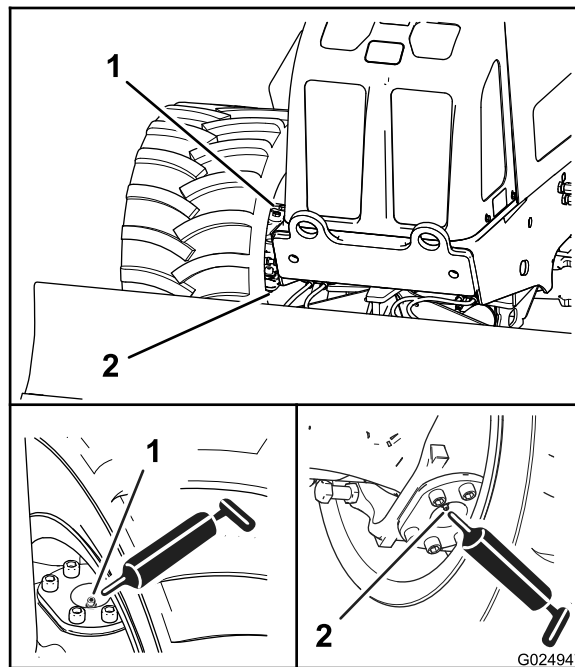
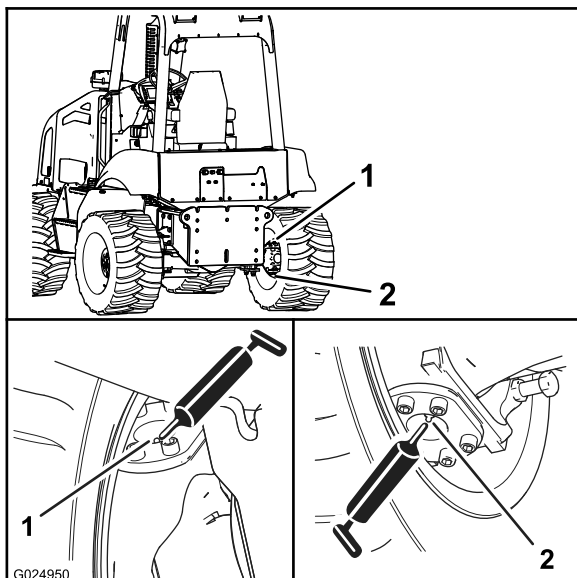

Рисунок 59
Рисунок 60
2. Подсоедините смазочный шприц к масленкам верхней и нижней осей поворота; введите консистентную смазку в каждую масленку, сделав 2-3 качания шприцом (Рисунок 59 и Рисунок 60).